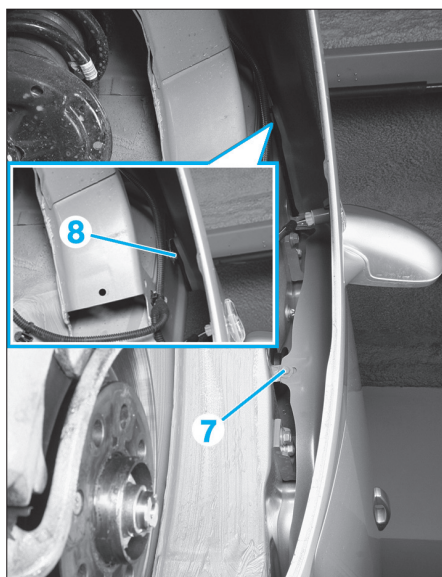

Fig. 10
- Déposer les vis (7) et (8) (Fig.10).